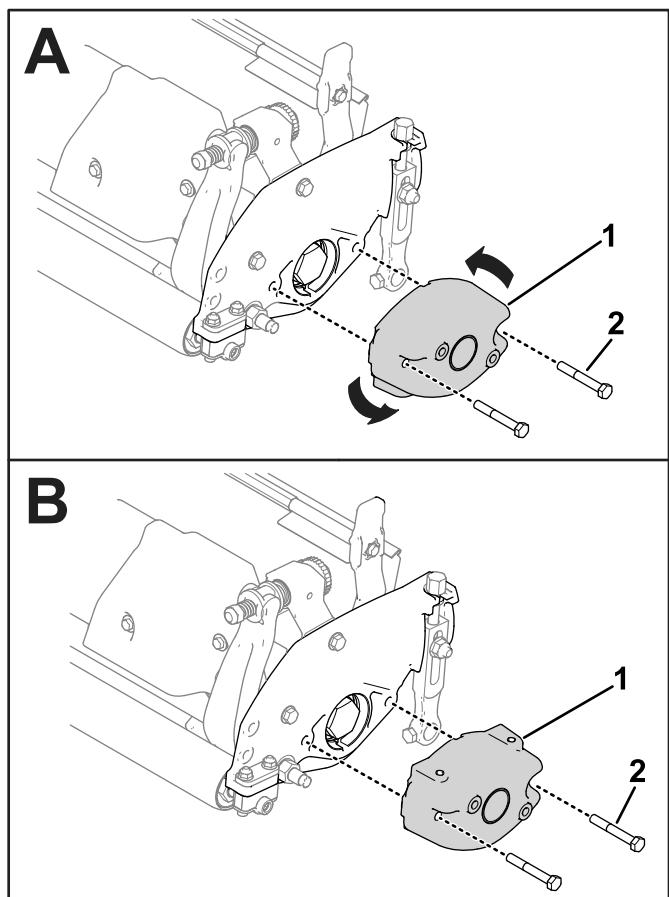

Figura 53
1. Retire el contrapeso existente de la unidad de corte e instale el contrapeso de tal manera que los orificios roscados estén orientados hacia arriba (Figura 53).